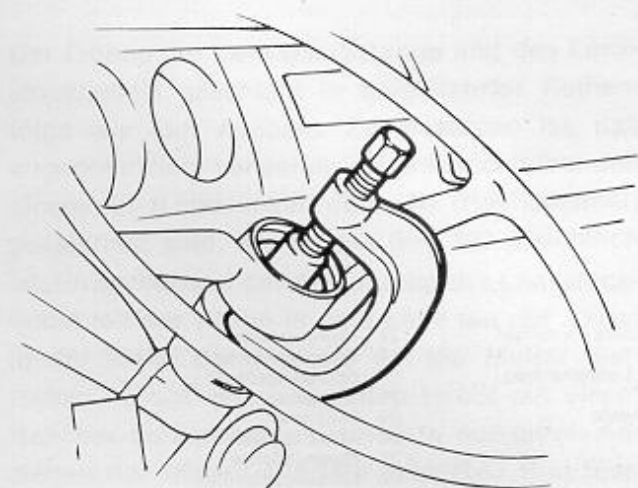

Bild 127
- Lenkrad von der Lenksäule ziehen. Falls das Lenkrad sehr fest sitzt, kann ein Abzieher zum Abziehen verwendet werden (Bild 127).